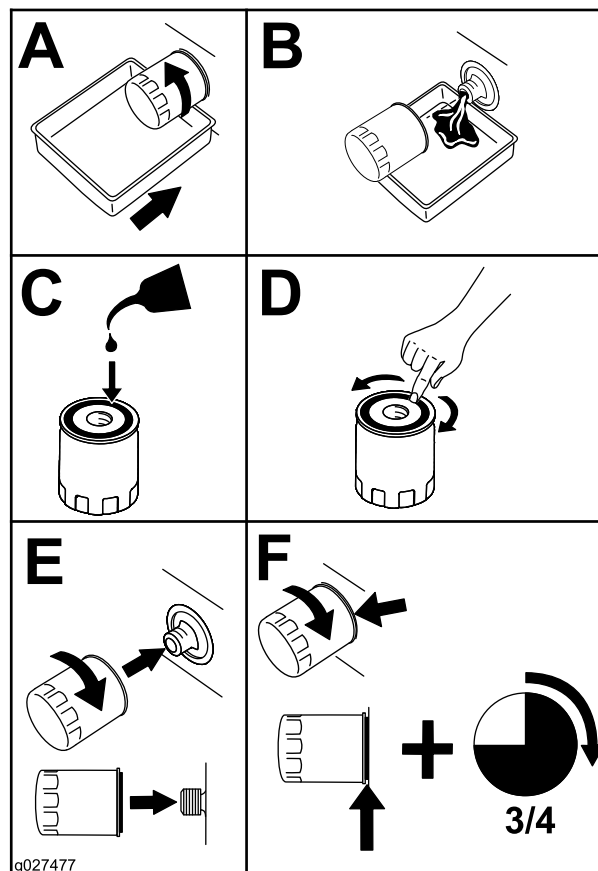

Рисунок 26
2. Замените масляный фильтр двигателя (Рисунок 26).